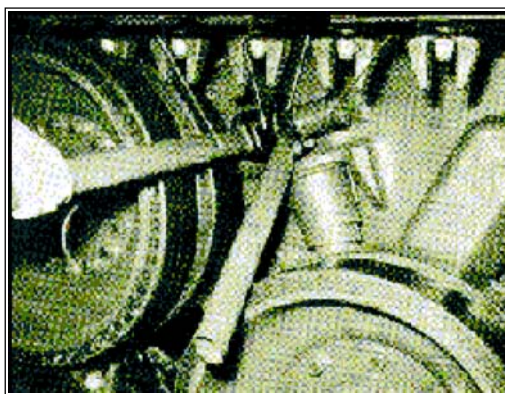

Fig 6-16. Tensão da lagarta.
- e. Se for preciso regular a tensão da lagarta: (Fig 6-16)
- (1) soltar com as mãos, evitando forçar a contraporca de mecanismo de tensão, após ter liberado seu retém; e
- (2) apertar a porca para soltar ou apertar a porca, dependendo do lado da VBC, para tensionar a lagarta.